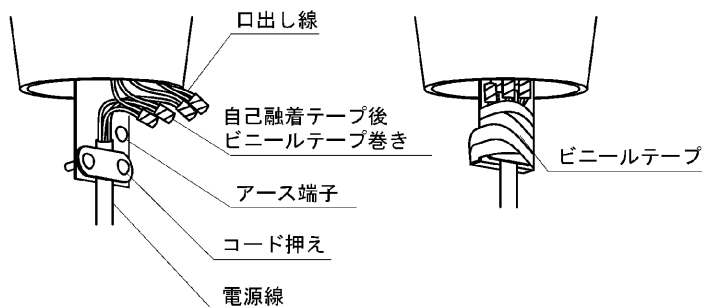

図1
接続部は自己融着テープとビニールテープを併用し、防水処理と絶縁処理を行ってください。(図1)
- ③ 電源線、アース線を、接続部に張力がかからないように、器具下端のコード押えで、固定してください。(図1)